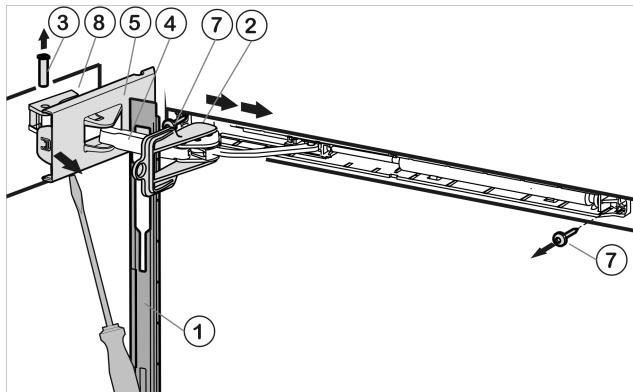

Fig. 5
- Desplace hacia delante el panel a través del estribo del amortiguador Fig. 5 (4) en dirección del aparato.
- Encaje el seguro Fig. 5 (2) en el agujero oblongo.
- Suelte la cubierta Fig. 5 (5) en el lado de la bisagra hasta el primer enganche con la ayuda de un destornillador.
- Extraiga el perno Fig. 5 (3) presionando desde abajo.
- Presione el estribo del amortiguador Fig. 5 (4) en dirección de la puerta.
- Suelte por completo la cubierta Fig. 5 (5) en el lado de la bisagra y retírela.
- Retire el panel Fig. 5 (1).
- Desatornille la unidad de amortiguador de cierre (2 Torx® 15) Fig. 5 (7).
- Desatornille la pieza de cojinete Fig. 5 (8) y cámbiela al lado opuesto girándola 180°. Dado el caso, grabe los agujeros de tornillo o utilice un destornillador de batería.